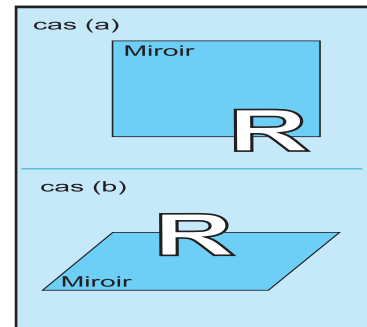

Fig .17
- 6-** Reproduire le schéma ci-contre (Fig.17) et dessiner l'image de la lettre **R** vue dans le miroir dans les deux cas suivants :